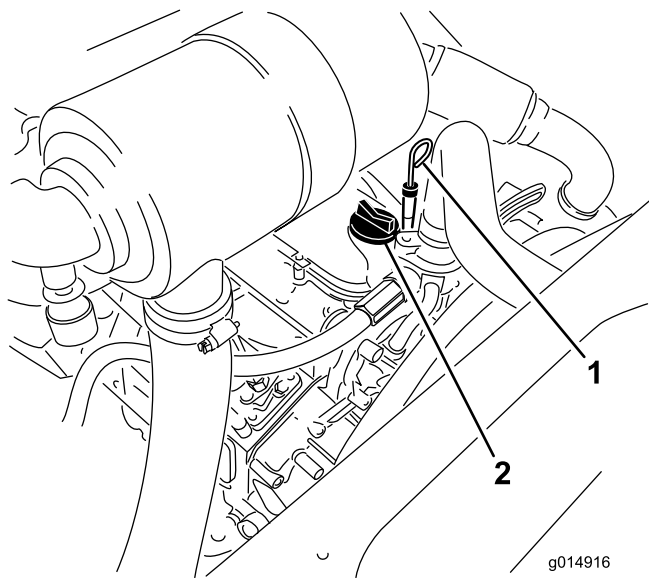

図 44
3. ディップスティックを抜き取り、付いているオイルをウェスで拭きとってもう一度差し込む(図 44)。
5. オイルの量が不足している場合は、補給キャップ図 44 を取り、Full 位置までオイルを補給する。